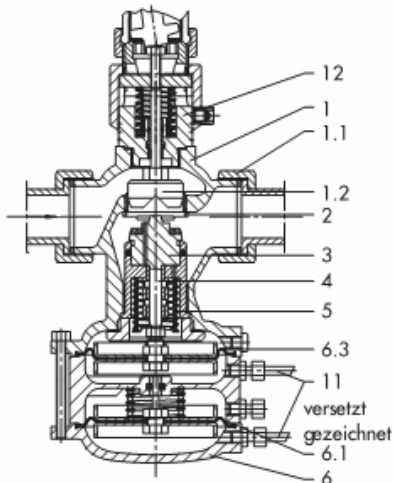

Рис. 3.4 – тип 2494/5825, Ру 25
**Регулятор расхода и перепада давления или давления тип 2494/582...** (рис. 3.4)